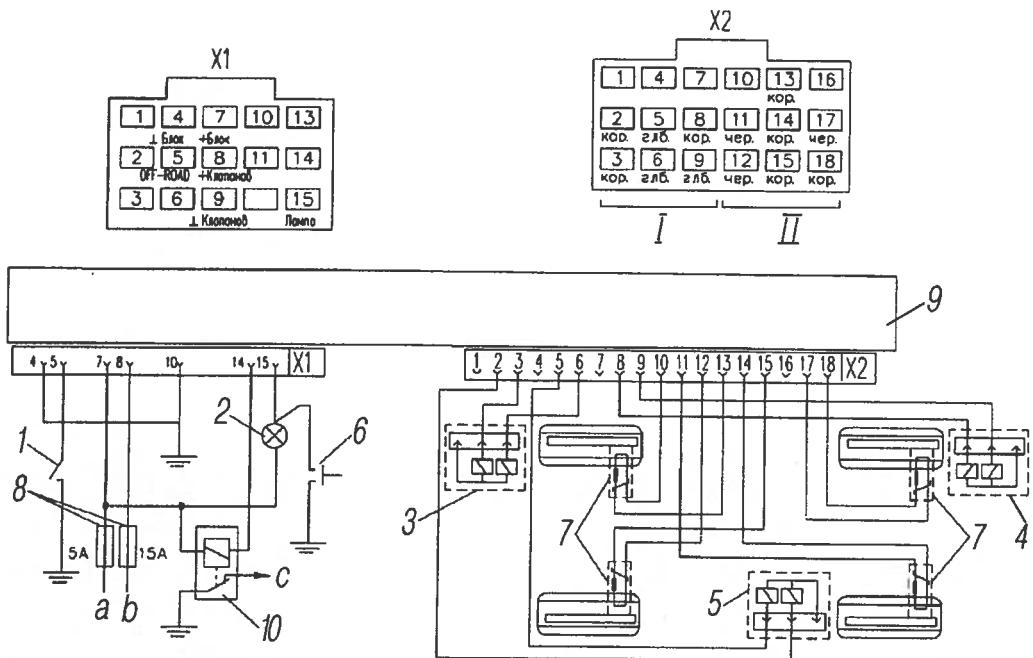

Рис. 143. Схема подсоединения штекерных разъемов блока управления Wabco:
**Электронный блок управления (ЭБУ)** является основной частью антиблокировочной системы. Блок управления размещен в кабине водителя на распорке панели приборов. Блок служит для обработки сигналов, поступающих с датчиков угловой скорости, выдачи управляющих сигналов на модуляторы, реле отключения электромагнитного клапана вспомогательного тормоза и диагностические лампы, а также для диагностики элементов системы. Электрические схемы подключения компонентов к блоку управления показаны на рис. 143 и 144.